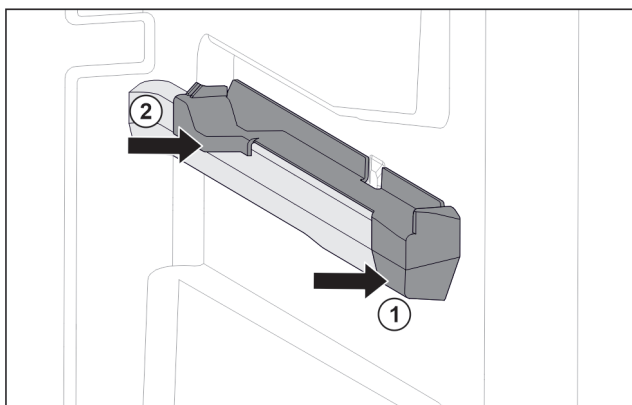

Fig. 77 Piesă de fixare pe nervura din dreapta a recipientului
- ▶ Așezați piesa de fixare în față pe nervura recipientului. Fig. 77 (1)
- ▶ Apăsăți piesa de fixare spre spate. Fig. 77 (2)